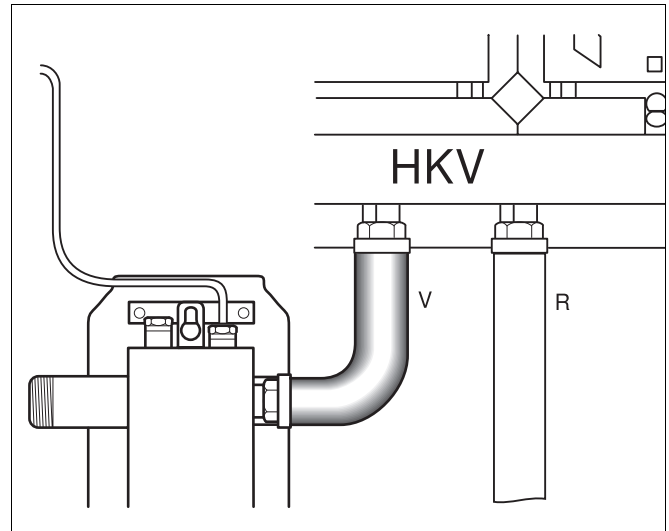

Abb. 8 Vorlaufrohr
- Überwurfmutter des Vorlaufrohres (Abb. 8, Pos. V) mit Flachdichtung an den Vorlauf des Heizkreis-Verteilers (mittlerer Anschluss) schrauben.